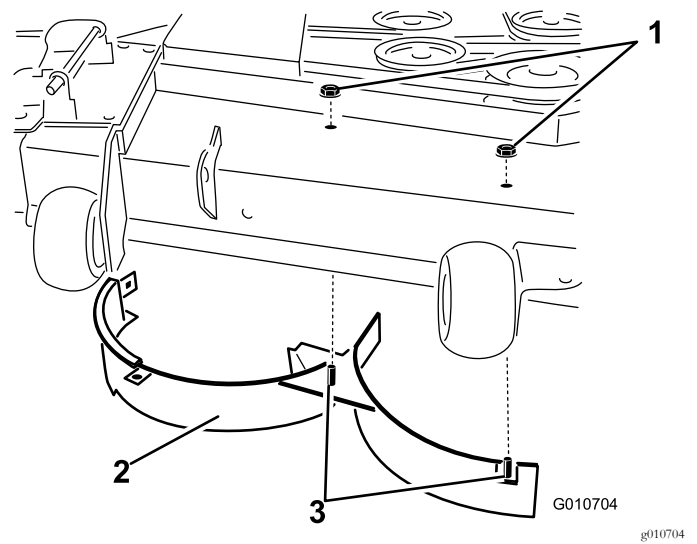

Bild 30
8. Entfernen Sie die zwei Sicherungsmuttern (5/16"), mit denen die geschweißten Streben des rechten Ablenkblechs oben am Mähwerk in der Mitte und rechts von der Mittelstellung befestigt sind (Bild 30).